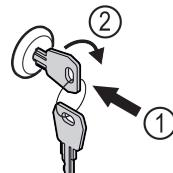

Fig. 152 Atvaizdo pavyzdys
- Ispauskite raktą Fig. 152 (1).
- Pasukite raktą 90° pagal laikrodžio rodyklę Fig. 152 (2).